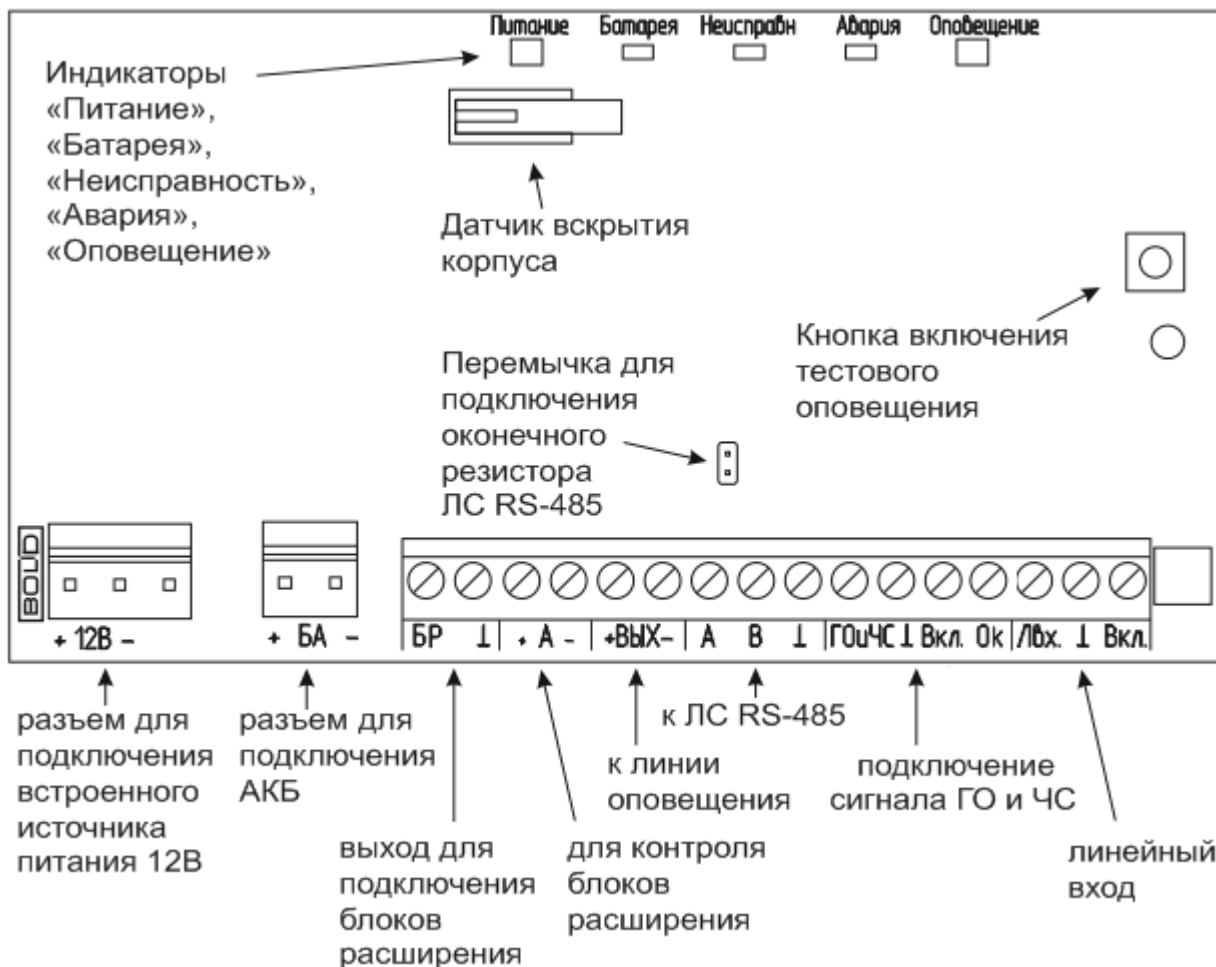

Рис. 3. Органы управления и индикации
4.4.2 К клеммам «А» и «В» подключить линию интерфейса RS-485 для работы с сетевым контроллером. Если блок не является первым или последним в линии интерфейса, удалить перемычку подключения оконечного резистора LC RS-485 (см. Рис. 3).
На плате блока имеются световые индикаторы, предназначенные для индикации режимов работы и состояния, подключённых к нему внешних цепей, а также кнопка «Тест» и датчик вскрытия корпуса (см. Рис. 3). Назначение индикаторов приведено в Таблице 5.1.